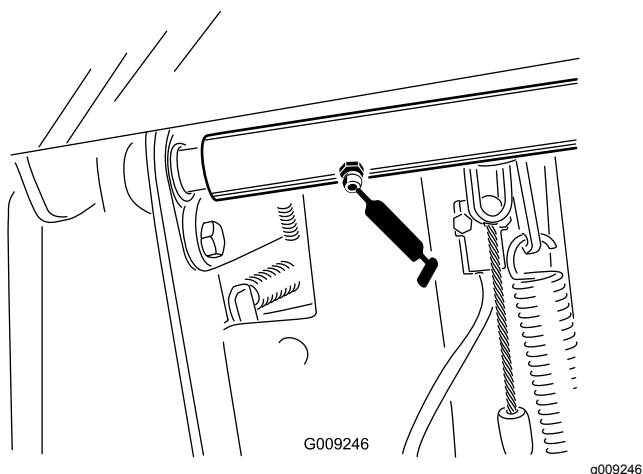

Figure 59
- Roulements d'axe de pivot de la pédale de frein (2) (Figure 59)